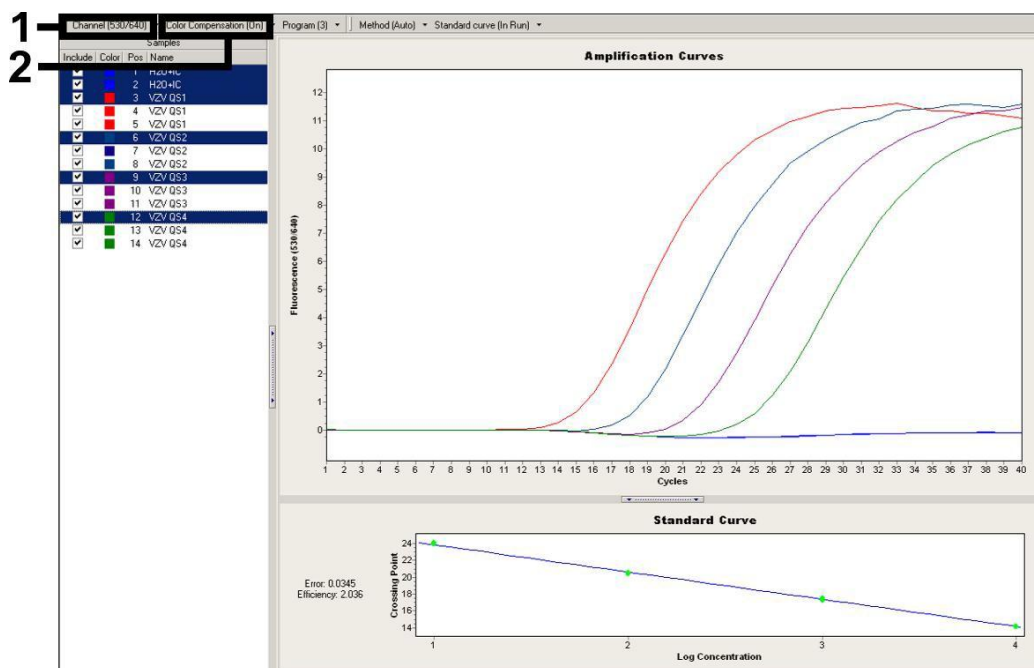

Fig. 11: Ativação do *Color Compensation File* e escolha do canal de fluorescência.
Siga o esquema seguinte para a análise dos dados da PCR (ver Fig. 11):
- A versão 4.0 do software *LightCycler* contém um arquivo indicado como *Color Compensation File* que compensa as interferências dos sinais entre os canais de fluorescência. Abra este arquivo durante o ensaio de PCR ou logo a seguir através da activação do botão *Color Comp (On/Off)* e depois do *Select Color Compensation* (ver Fig. 11). Se não estiver instalado nenhum *Color Compensation File*, crie o arquivo levando em consideração as instruções do *LightCycler Operator's Manual*.